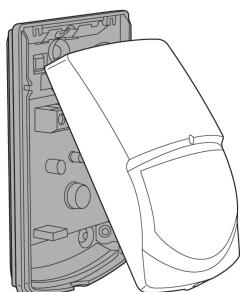

Рис.2
1. Извещатель можно размещать на стене, потолке или в углу. Для удаления передней крышки отвинтите крепление и аккуратно снимите крышку (см. рисунок 2). Для установки извещателя разрешается использовать кронштейны (не входят в комплект поставки).